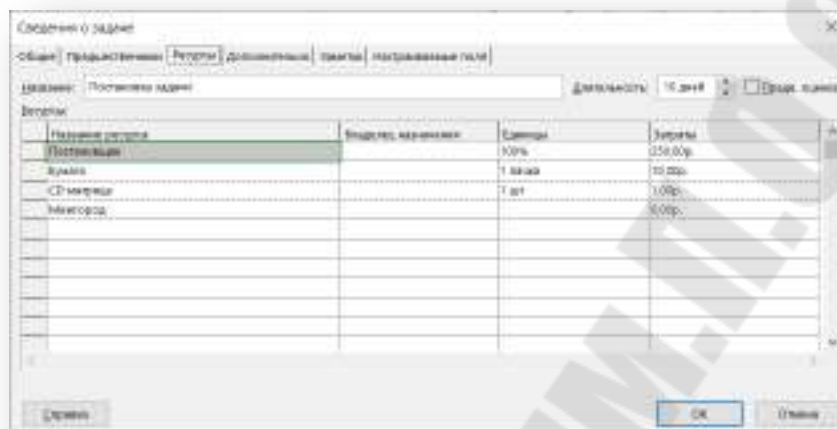

Рис. 2.31. Окно ввода назначений для задач проекта
4. В таблицу ресурсов добавить записи: Постановщик – 250, Бумага –1, CD-матрица – 1штука/н, Междугородные переговоры (смотри рисунок 2.31)